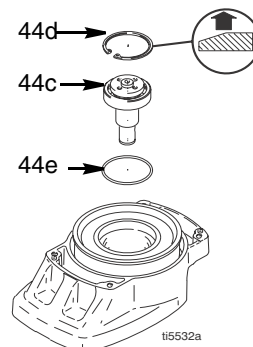

FIG. 6
1. FIG. 6. Enlever la bague de fixation (44d).
- FIG. 6. Placer le joint torique (44e).